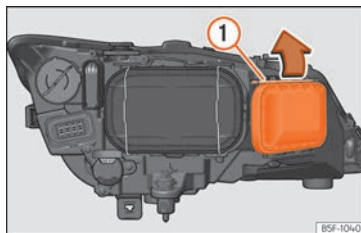

Abb. 57 Glühlampe für Blinklicht
- Die Strebe » **Abb. 57** ① in Pfeilrichtung verschieben und den Deckel abnehmen.